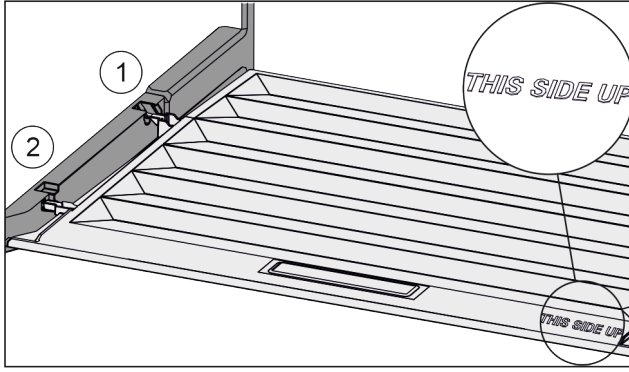

Fig. 117
- Kapak çıkıntılarını arka tutucunun Fig. 117 (1) açıklığı üzerinden içeri sokun ve öndeki tutucuya Fig. 117 (2) oturtun.